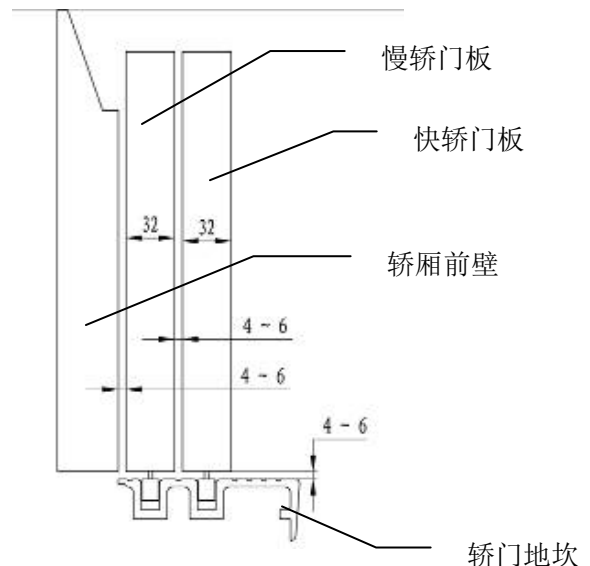
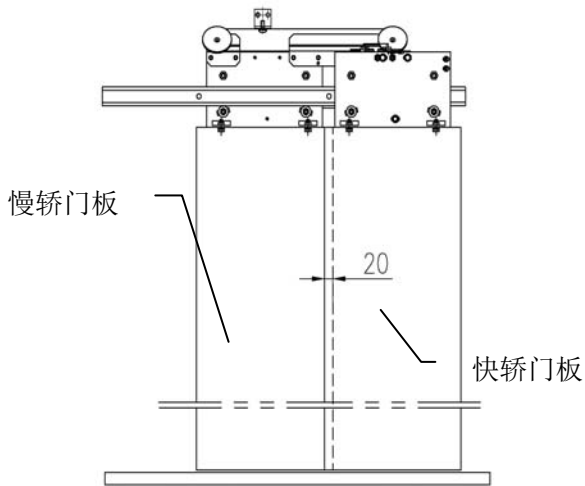
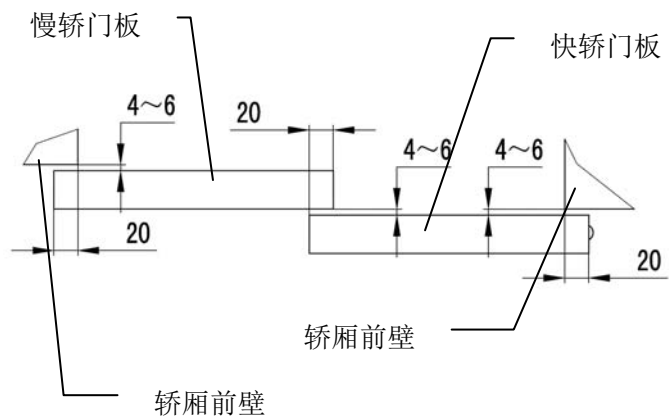

图 2-10 轿门装配侧视图
图 2-11 轿门装配主视图
图 2-12 轿门装配俯视图
2. 轿门门扇下端与地坎面的间隙为 4-6mm，慢轿门扇与小旁（轿厢前壁）间隙，以及快轿门板与慢轿门板之间的间隙为 4-6mm(两边间隙相差不大于 1mm);见图 2-10 轿门装配侧视图和图 2-12 轿门装配俯视图。
3. 快轿门板与慢轿门板之间的叠差为 20mm，上下偏差不超过±2mm。见图 2-11 轿门装配主视图和图 2-12 轿门装配俯视图。
4. 关门到位时快轿门板与轿厢壁前壁，以及慢轿门板与轿厢前壁之间的叠差为 20，上下偏差不超过±2mm。见图 2-12 轿门装配俯视图